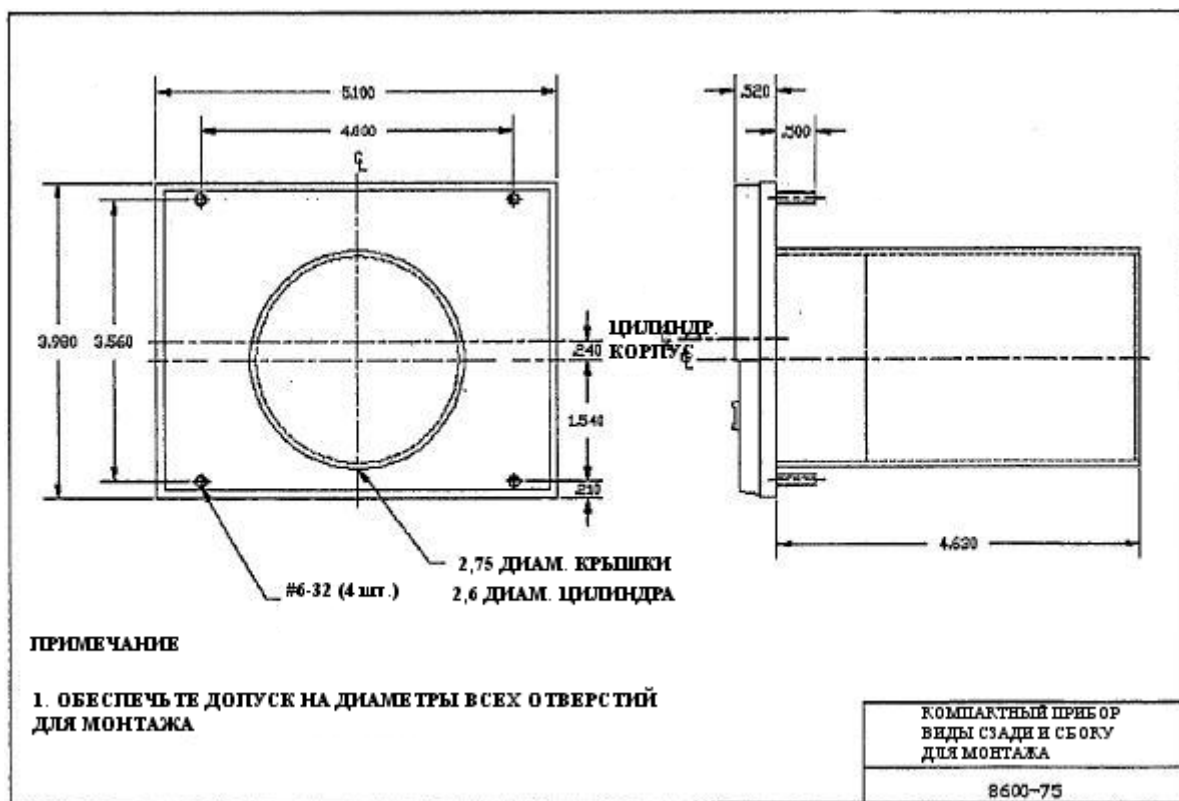

Рис. 5. Габаритные размеры и вырез в панели
10. Габаритные размеры (см. рис. 5)
ВЫРЕЗ В ПАНЕЛИ (см. рис. 5)